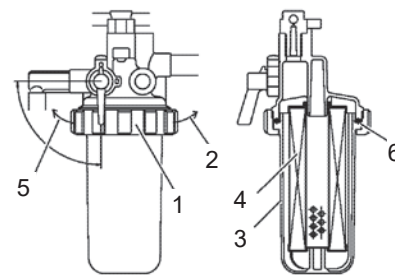

Рис.51
3. Поверните стопорное кольцо (1, Рис. 51) влево (5, Рис. 51).
4. Аккуратно снимите чашку (3, Рис. 51). Вылейте топливо в одобренный контейнер и утилизируйте отходы надлежащим образом. Придерживайте дно стакана кухонным полотенцем, чтобы топливо не капало. Немедленно вытирайте любые разливы.
5. Снимите топливный фильтр (4, Рис. 51), потянув его вниз.
8. Проверьте состояние уплотнительного кольца (6, Рис. 51). При необходимости замените.
9. Установите чашку на монтажный фланец и поверните стопорное кольцо (1, Рис. 51) вправо (2, Рис. 51). Затягивайте только вручную.